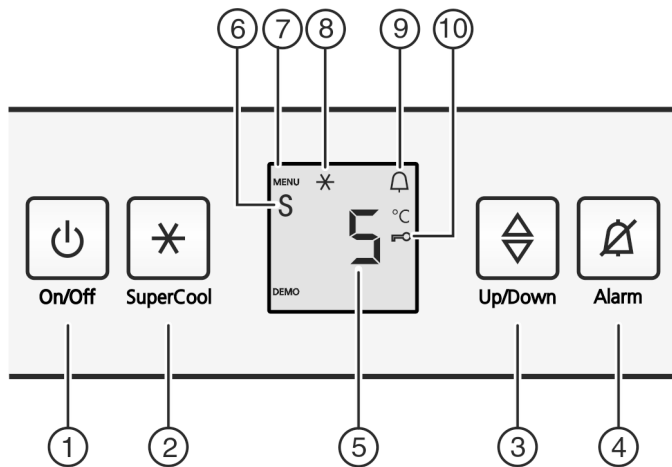

Fig. 2
- ▶ Aan/uit-toets Fig. 2 (1) indrukken.
- ▶ Instelmodus activeren: Druk de toets SuperCool Fig. 2 (2) ca. 5 s in.
- ▷ Het symbool Menu Fig. 2 (7) is verlicht.
- ▶ Met de insteltoets Fig. 2 (3) c kiezen.
- ▶ Druk kort op de toets SuperCool Fig. 2 (2) om te bevestigen. Als in de display c1 wordt aangegeven:
- ▶ om de kinderbeveiliging in te schakelen, drukt u kort op de toets SuperCool Fig. 2 (2).
- ▷ Het symbool kinderbeveiliging Fig. 2 (10) brandt. Op de display knippert c.
- ▶ om de kinderbeveiliging uit te schakelen, drukt u kort op de toets SuperCool Fig. 2 (2).
- ▷ Het symbool kinderbeveiliging Fig. 2 (10) dooft. Op de display knippert c.
- ▶ Instelmodus deactiveren: toets On/Off Fig. 2 (1) indrukken.
- ▶ Toets Alarm Fig. 2 (4) indrukken.
- ▷ Het symbool Menu Fig. 2 (7) brandt.
- ▶ Om de sabbathmodusfunctie op te roepen: Druk kort op de toets SuperCool Fig. 2 (2).
- ▶ **Voor het inschakelen** van de sabbathmodus de toets SuperCool Fig. 2 (2) kort indrukken.
- ▶ **Voor het uitschakelen** van de sabbathmodus de toets SuperCool Fig. 2 (2) kort indrukken.
- ▶ Instelmodus deactiveren: Druk op de toets On/Off Fig. 2 (1).
- ▷ In de temperatuurweergave wordt het symbool Sabbathmodus Fig. 2 (6) weergegeven zolang de sabbathmodus actief is.
- ▶ Temperatuurfunctie oproepen: Druk de insteltoets Fig. 2 (3) in.
- ▶ Temperatuur in 1 °C stappen wijzigen: Druk de insteltoets Fig. 2 (3) net zo vaak in, totdat de gewenste temperatuur op het temperatuurdisplay oplicht.